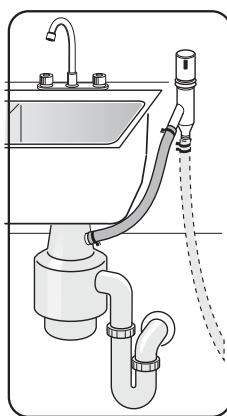

Ilustración 26
- 4 A la conexión de evacuación para lavadoras de platos en un eliminador de basura y a través de un dispositivo de ventilación, como muestra la **Ilustración 26**.